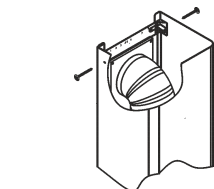

рис. 9
- 6.5 Установите фальштрубу (рис. 9). Закрепите ее винтами самонарезающими на кронштейне.